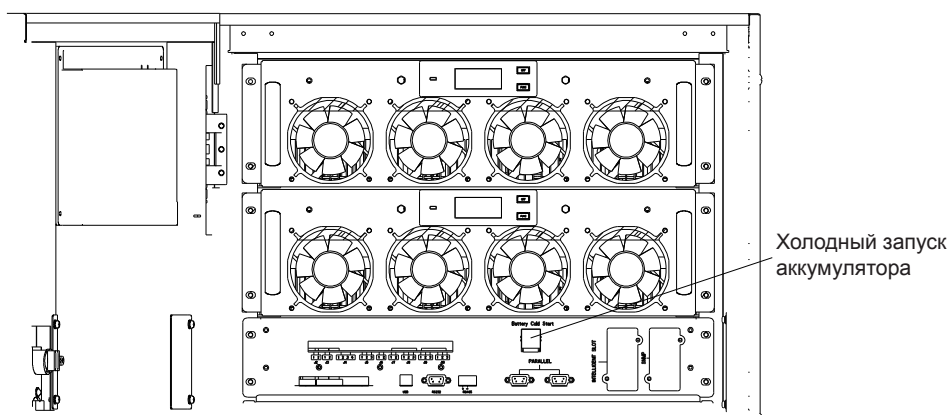

Рисунок 4-1. Расположение кнопки холодного пуска аккумулятора
- 2) Нажмите красную кнопку холодного пуска аккумулятора (см. рисунок 4-1). Система начнет получать питание от аккумулятора.